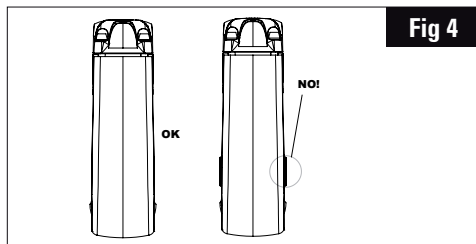

Fig 4
Indien na het op het maximaal aangegeven aanhaalmoment vastdraaien de buffers (5 & 10) aan de zijkant buiten de stang (4) uitsteken (Fig 4), moet men:
- De schroef met dubbele spoed (9) volledig losdraaien totdat deze van de klembuffers (5 & 10) los komt.